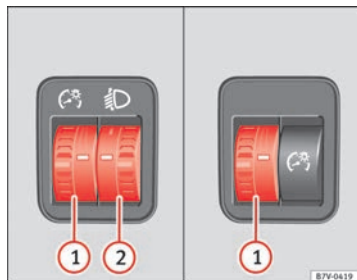

Fig. 62 Accanto al volante: regolazione dell'illuminazione degli strumenti e dei comandi ① e dell'assetto dei fari ②
⇒ fig. 62 ①.
② Regolazione dell'assetto dei fari